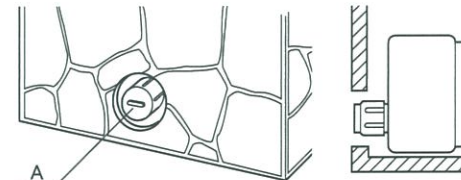
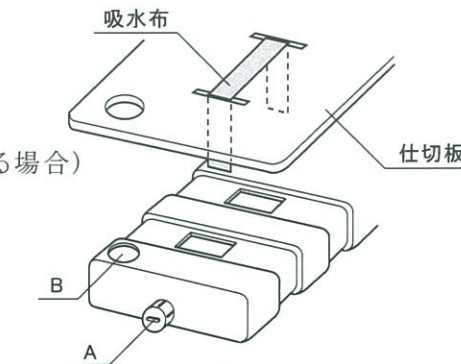

図1(横穴はオプション)
図2
オプションにより、プランター側面に横穴がある場合は、タンクを図1のようにセットしてください。
2. タンクをコンテナの所定の位置にセットしてください。このとき、給水口Bの位置を決めてから設置してください。さらに、コンテナの横穴から排水口Aがのぞいていることを確認してください。(図1)
3. タンク周りの隙間にホワイトローム⑩を敷き詰めてください。(付属されている場合)
5. 吸水布(不織布)⑤を仕切板④に差し込み、端が同じ長さになるように垂らします。このとき、タンクの穴との位置関係で仕切板の表裏を決めます。大型コンテナの場合は仕切板をセットした後、吸水布を差し込んでください。(図2)